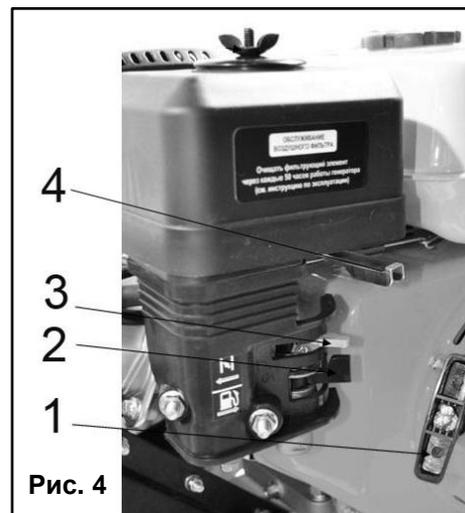

Рис. 4
3. Установите рычаг привода дросселя в положение «Заяц». (4) (См. Рис. 4).
4. Откройте топливный кран (2) (См. Рис. 4), переведите рычаг в положение «Открыто» (OPEN).
5. Установите рычаг привода воздушной заслонки (3) (См. Рис. 4), в положение «ЗАКРЫТО» (CLOSE).
3. Переведите рукоятку выключателя зажигания (3) (См. Рис. 4) в положение «ВЫКЛ» (OFF)
- Выкрутите сливную пробку (2)(См. Рис.4)
- Открутите масло наливную крышку (1)(См. Рис.4) и через воронку залейте масло.